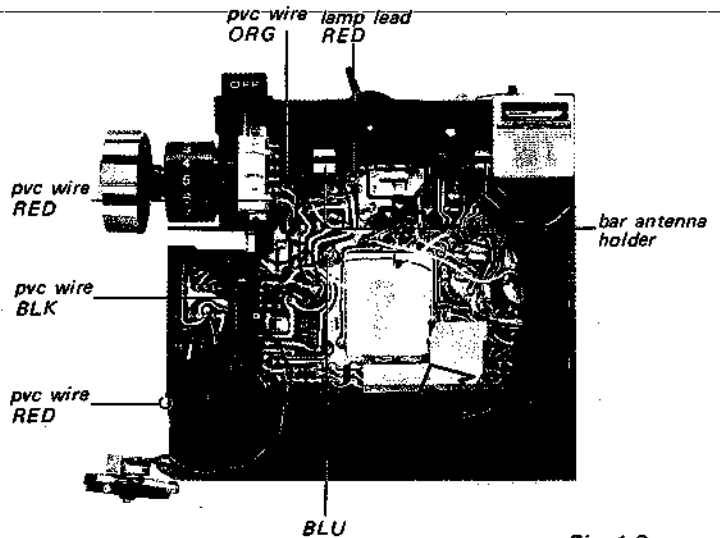

Fig. 1-8.
5. Unsolder the six wires shown in Fig. 1-8.